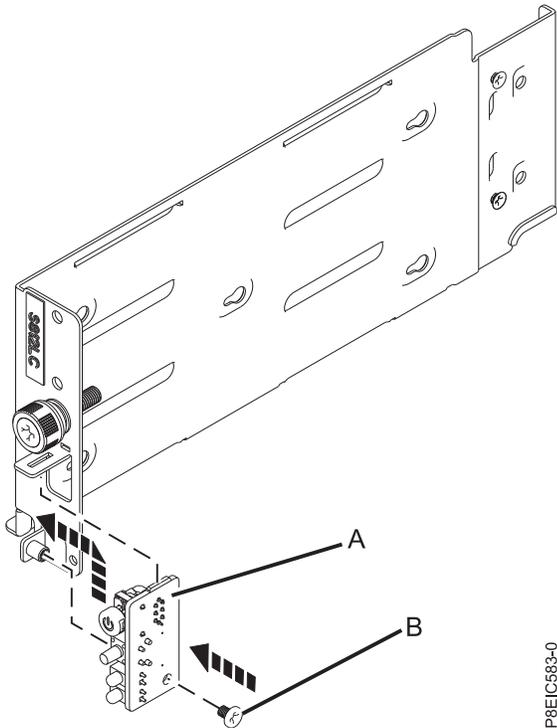

Figure 63. Remise en place de la carte d'interrupteur d'alimentation
2. A l'aide de la languette d'alignement, insérez la carte d'interrupteur d'alimentation (A) et le cordon dans le support, remettez en place la vis (B) pour sécuriser la carte d'interrupteur d'alimentation, comme illustré dans la figure 63, à la page 58.